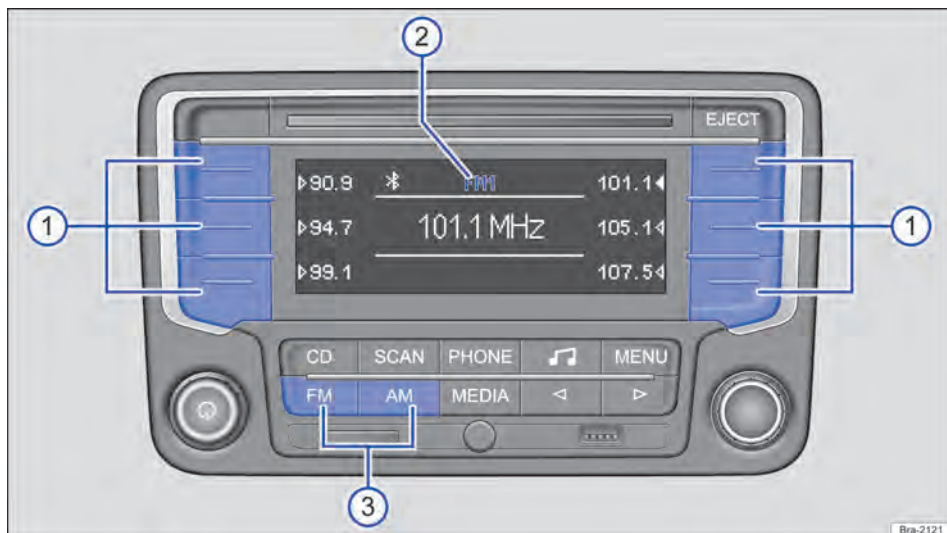

Fig. 156 Selecionar a faixa de frequências e o nível de memória.
Pressionar o botão do aparelho **FM** ou **AM** → Fig. 156 ③ até que seja exibido o nível de memória desejado → Fig. 156 ②.
Ao trocar os níveis de memória, as frequências das estações de rádio salvas são exibidas ao lado dos botões das estações Fig. 156 ①.